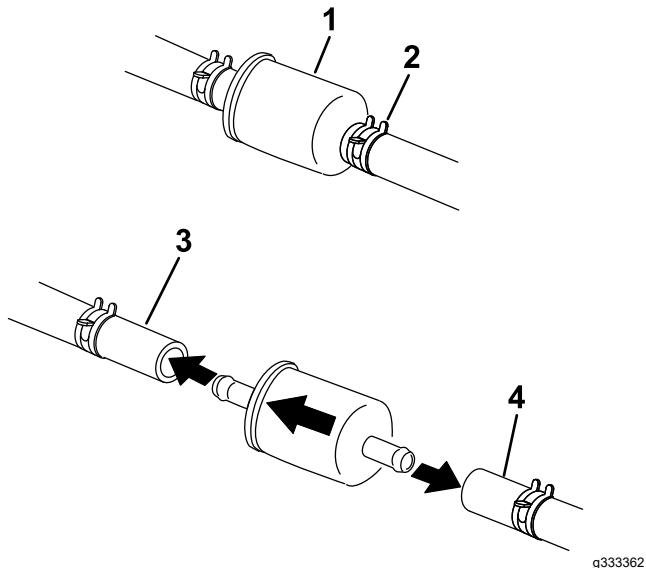

Figura 73
4. Feche a válvula de corte do combustível debaixo do banco (Figura 73).
5. Aperte as pontas dos grampos da tubagem e afaste-as do filtro (Figura 73).
7. Instale um filtro novo e coloque as abraçadeiras junto ao filtro (Figura 73).